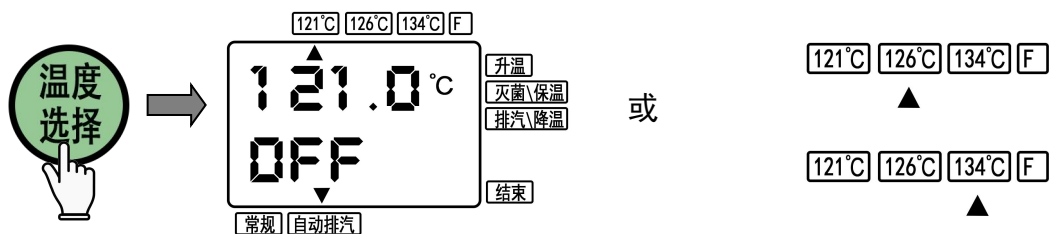

图 11
① 设置灭菌温度：根据灭菌物选择灭菌周期，本产品预设“121℃”、“126℃”、“134℃”三个一键制操作模式，按“温度选择键”选取所需的一键制温度（图 11）。注：一键制模式下灭菌温度都有相